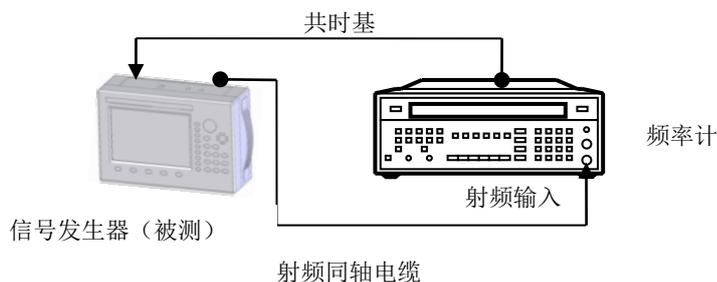

图 7-2 频率分辨率测试
- 按图 7-2 连接设备。开机复位，预热至少 30min。